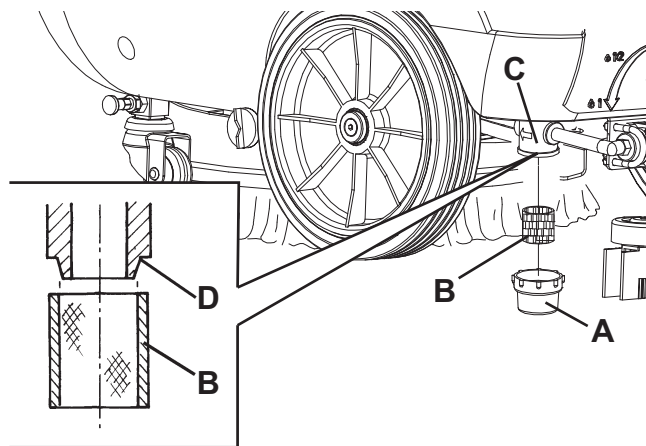

Figure 6
9. Vider le réservoir de la solution (27), en procédant comme indiqué au paragraphe spécifique.
11. Vérifier que le câble d'alimentation (21) est branché au réseau électrique.
12. Déposer le couvercle transparent (A, Fig. 6), puis déposer le filet filtrant (B). Les nettoyer et les reposer sur le support (C).